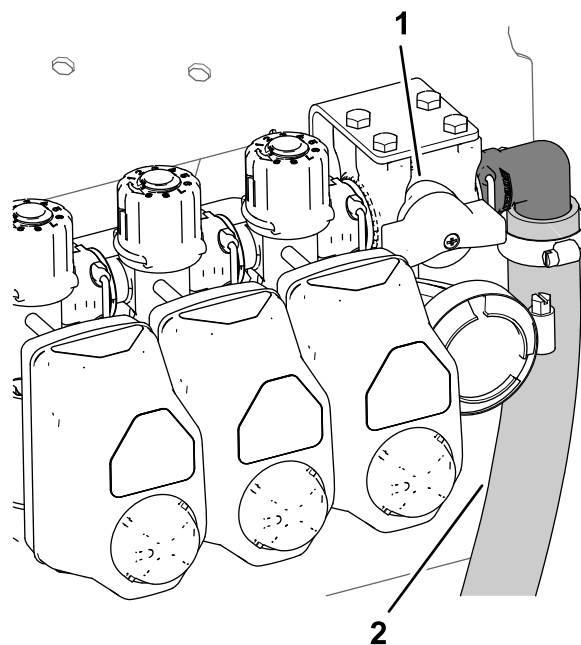
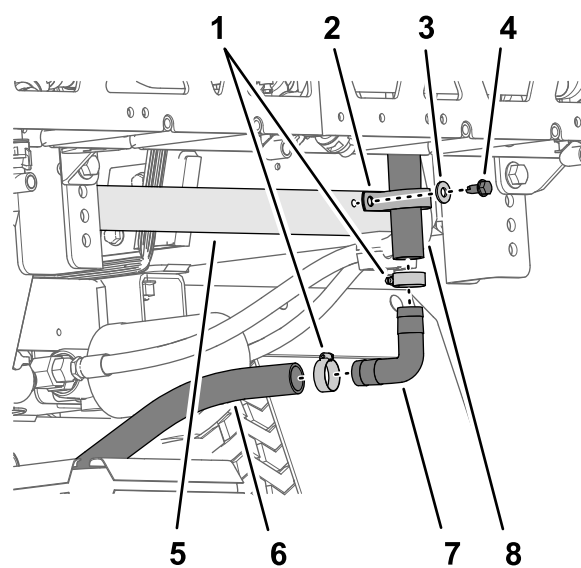

Рисунок 40
Рисунок 41
2. Снимите два шланговых хомута, которые крепят верхний перепускной шланг и нижний перепускной шланг к прямоугольному штуцеру типа «елочка» (Рисунок 41).
1. На нижнем конце верхнего перепускного шланга снимите болт с фланцевой головкой (5/16 x 3/4 дюйма), шайбу (5/16 дюйма) и R-образный хомут, который крепит верхний перепускной шланг к задней посадочной плите машины (Рисунок 40 и Рисунок 41).
- Отсоедините прямоугольный штуцер типа «елочка» от шлангов (Рисунок 41).